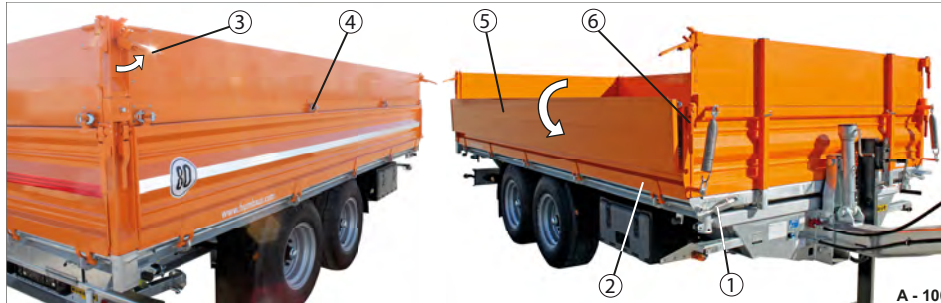

Abb. 112 Bordwandaufsatz seitlich abgeklappt
Die Verschlüsse der Grundbordwand (Abb. 112/2) und die Zentralverriegelung (Abb. 112/1) müssen geschlossen bleiben!
Die Scharniere (Abb. 112/4) müssen gesichert sein!
- ▶ Entriegeln Sie die Verschlüsse des Bordwandaufsatzes (Abb. 112/3).
- ▶ Halten Sie den Bordwandaufsatz (Abb. 112/5) fest und klappen Sie diesen langsam / kontrolliert herunter. Der Bordwandaufsatz hängt an den Scharnieren.
- ▶ Klappen Sie den Bordwandaufsatz (Abb. 112/5) hoch.
- ▶ Verriegeln Sie die Verschlüsse des Bordwandaufsatzes (Abb. 112/3). Der Bordwandaufsatz sitzt auf der Grundbordwand und ist verriegelt.